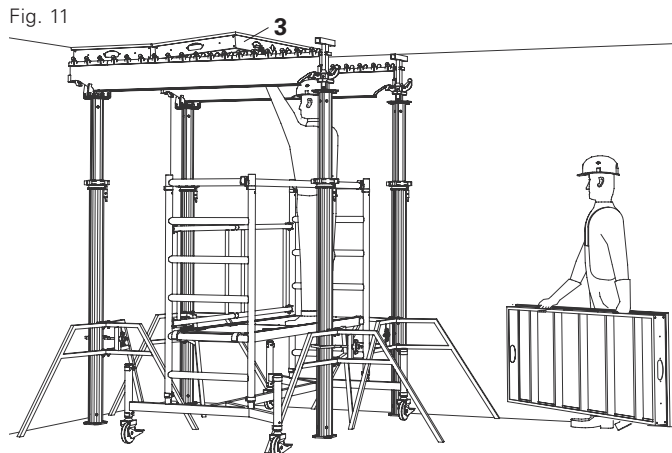

Fig. 11
2. Mettre en place les panneaux (3). Les peignes de rive des poutrelles primaires fixent ici le panneau. (Fig. 11)